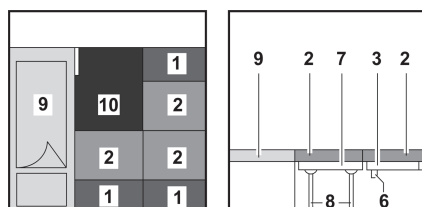

Fig. 82 Después de la transformación
- Tirar de los cojines del asiento (Fig. 82,2) hacia el centro.
- Colocar los cojines del respaldo (Fig. 82,1) entre los cojines del asiento y la pared.
- Colocar el cojín adicional (Fig. 82,10) junto a la cama (Fig. 82,9).